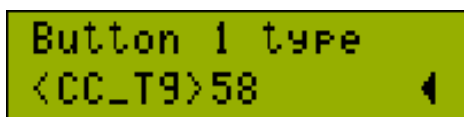

Рисунок 8
Эффекты в MIDI-устройстве ассоциированы с уникальными номерами. MIDI-устройство анализирует входящие MIDI-сообщения, считывает этот номер и код действия, затем выполняет команду. Во многих MIDI-устройствах имеется возможность настроить эти номера из пользовательского меню или с помощью «обучения», но некоторые MIDI-устройства не имеют такой возможности, в таких процессорах номера эффектов закреплены жестко. Поэтому в TB-12(TB-5) есть возможность для каждой кнопки-педали, на которую назначено управление эффектом, задать произвольный номер, чтобы Вы могли сами решить, какая педаль будет отвечать за тот или иной эффект. Для настройки номеров эффектов Вам нужно провести обратную процедуру и узнать, какие номера, за какими эффектами закреплены в MIDI-устройстве. Эту информацию можно получить из руководства пользователя на MIDI-устройство, чаще всего можно найти на сайте производителя. Если же такой информации у Вас нет, можно подбирать номера эффектов перебором. Для настройки нужно перейти в конфигурационный режим, далее в главном меню выбрать «Buttons setup», затем выбрать нужную кнопку-педаль. Для того чтобы настроить кнопки-педали как кнопки-контроллеры эффектов в меню «Button 1 type» ... «Button 12(5) type» параметр в нижней строке должен иметь значение «CC_tg»(см. Рисунок 8).